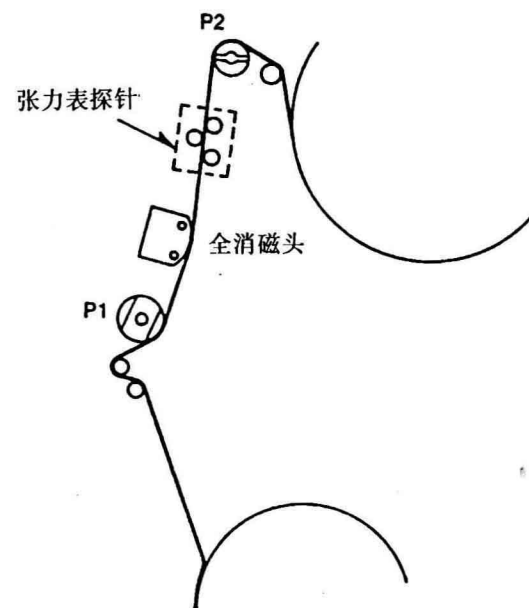

图36
②在磁带通道上插入张力表,测量磁带反张力为20~25 g,如图36所示。